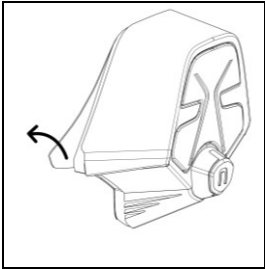

Fig. 4
- Retire la película protectora de la cinta doble faz (Fig. 4).